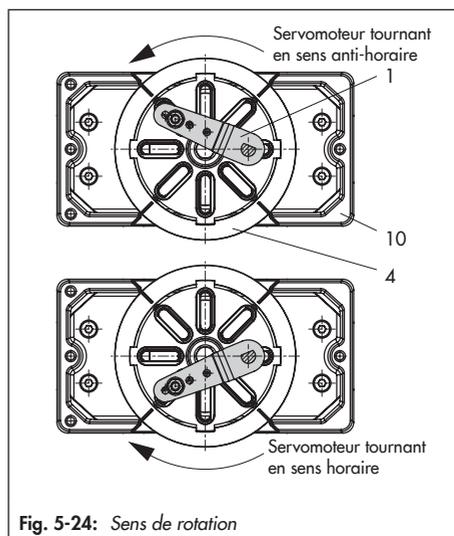

Fig. 5-24: Sens de rotation
6. Dévisser et retirer le palpeur standard (2) situé sur le levier M (1) du positionneur. Visser en position 90 le palpeur ( $\varnothing$  5 mm) fourni dans le kit de montage.
7. Si nécessaire, monter le bloc manomètres (7) avec les manomètres ou, si un raccord taraudé G 1/4 est requis, la plaque de raccordement (6) en s'assurant que les deux joints (6.1) sont positionnés correctement. Pour les servomoteurs rotatifs sans ressorts à double effet, un amplificateur-inverseur est nécessaire pour le montage sur servomoteur, cf. chap. 5.6.7.
8. Placer et visser le positionneur sur le corps (10). Aligner le levier (1) de sorte que son palpeur s'insère dans la fente correspondante en tenant compte du sens d'action du servomoteur (Fig. 5-24).